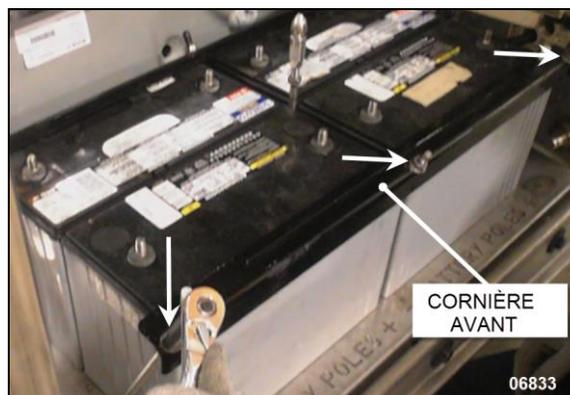

FIGURE 51: RETIRER LA CORNIÈRE AVANT
5. Dévisser les trois écrous (pointe d'une flèche) et retirer la cornière avant (FIGURE 51).